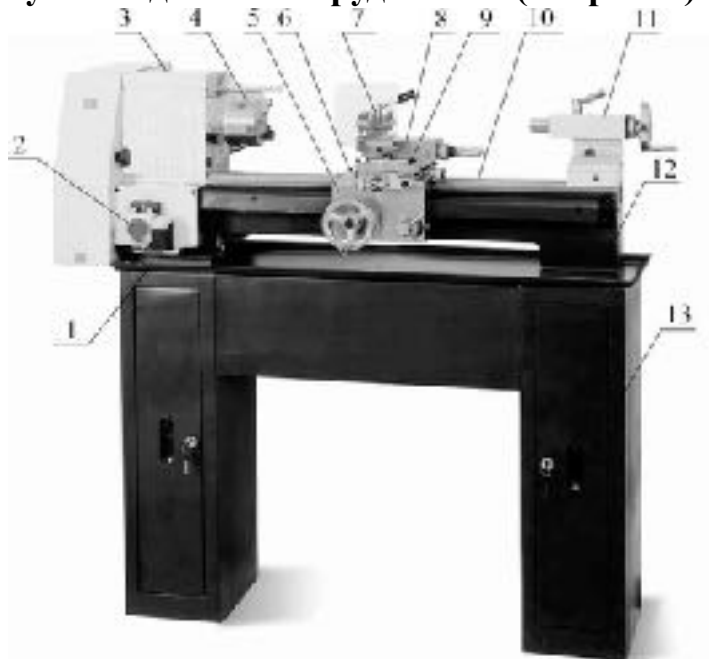

Рисунок 2.
3. Основные узлы и детали оборудования (см. рис. 2).
4. Краткое описание конструкции оборудования (см. рис. 2).